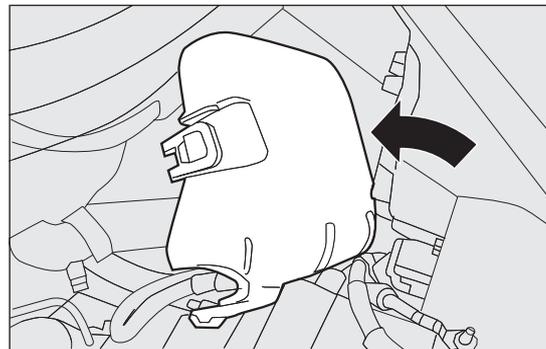

fig. 160
- la centrale à fusibles fig. 160 est alors accessible.